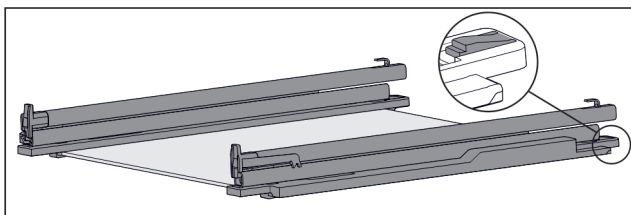

Fig. 116 Glasplaat met rails en vasthouddelen
- Vasthouddeel achter omlaag duwen (zie Fig. 116) en tegelijk rails naar achteren schuiven.